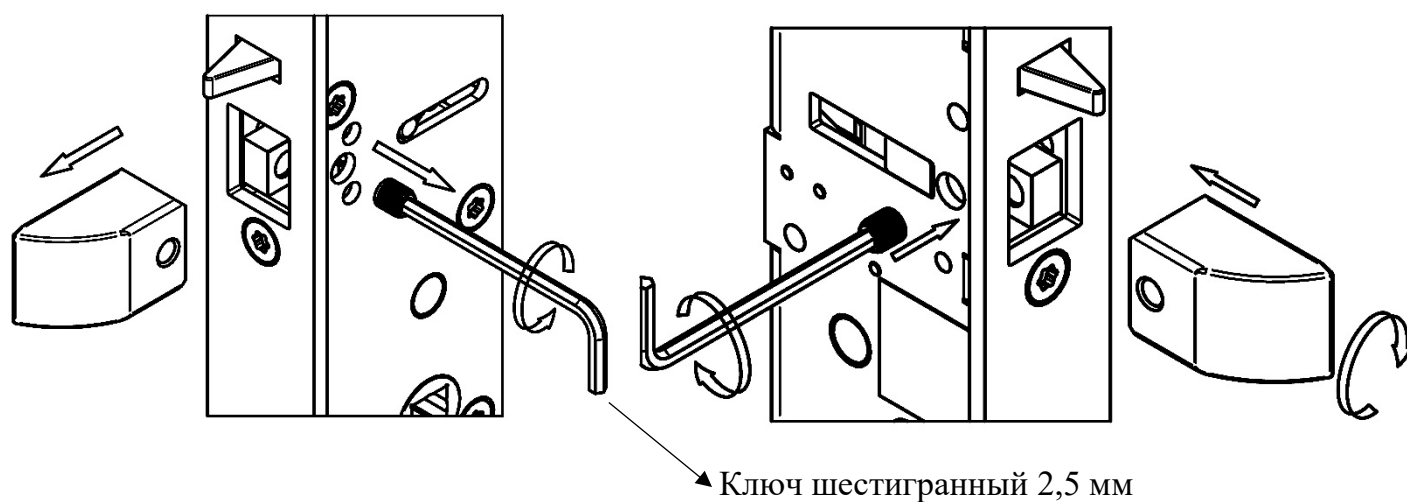

Рисунок 4 – Положение запорного ригеля для левого или правого направления открывания двери
- Положение запорного ригеля (рисунок 4).